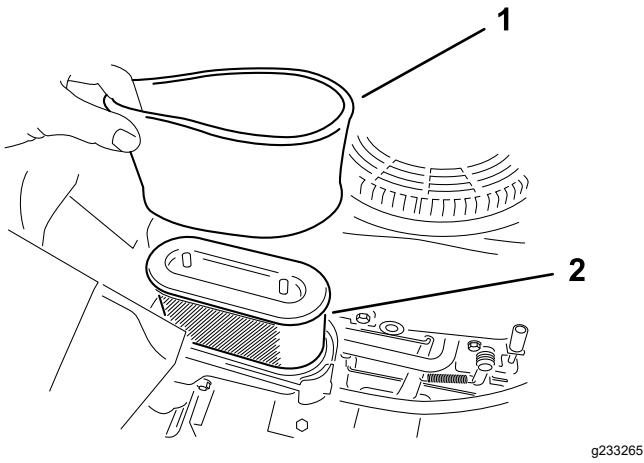

Figura 39
- Scoatei cu grijă elementele de filtrare din spumă și din hârtie din carcasa filtrului de aer (Figura 39).
**Notă:** Dacă este foarte murdar, înlocuii elementul din hârtie (Figura 39).
- Montați filtrul din spumă pe filtrul din hârtie (Figura 39).